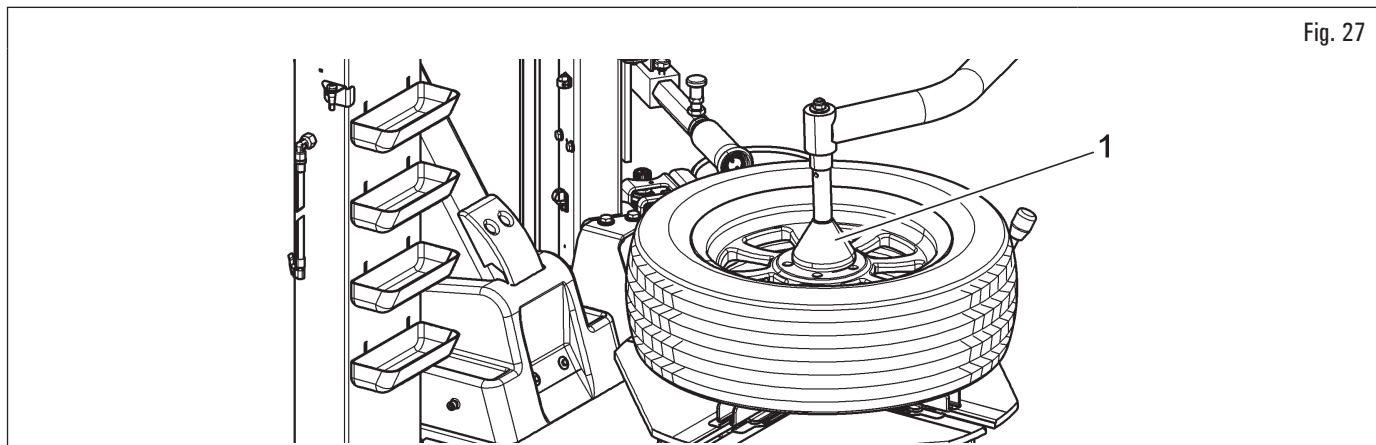

Fig. 27
1. Per facilitare il bloccaggio di ruote dure o con profilo abbassato, l'operatore può usare l'utensile premitallone (Fig. 27 rif. 1) fornito con il dispositivo;
2. posizionare l'utensile premitallone (Fig. 27 rif. 1) al centro del cerchio e abbassare il cerchio fintanto che le griffe possano bloccare il cerchio.